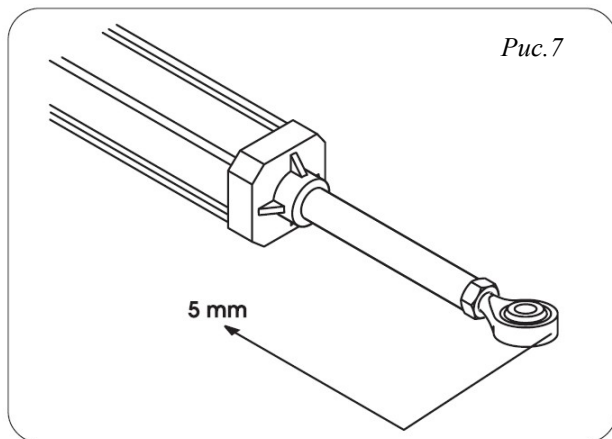

Рис.7
- 5) Вытащите штоk до предела, а затем верните его назад на расстояние в 5мм (Рис.7)